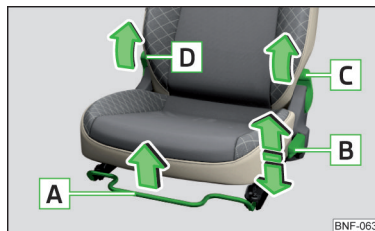

Fig. 48
Sæderne kan indstilles ved at trække eller trykke det pågældende betjenings-element i pilenes retning » Fig. 48.
- Træk i armen [D] » Fig. 48, og klap ryglænet frem.